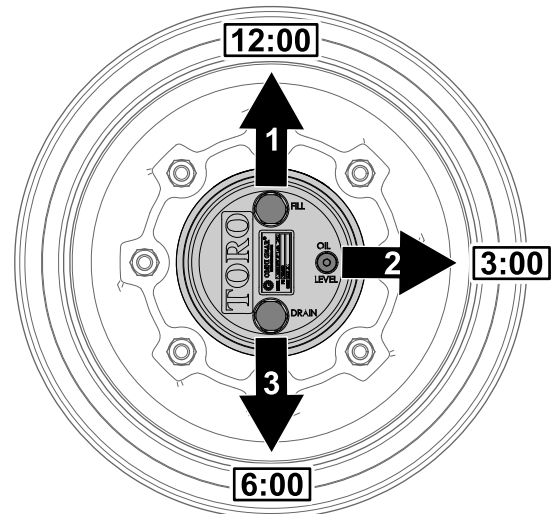

Figura 90
1. Estacione a máquina numa superfície plana, posicione a roda de forma a que o tampão de enchimento fique na posição das 12 horas, o tampão de verificação fique na posição das 3 horas e o tampão de drenagem fique na posição das 6 horas (**Figura 90**).
2. Retire o tampão de verificação da posição das 3 horas (**Figura 90**).
1. Estacione a máquina numa superfície plana, posicione a roda de forma a que o tampão de enchimento fique na posição das 12 horas, o tampão de verificação fique na posição das 3 horas e o tampão de drenagem fique na posição das 6 horas; consulte Figura 90 em Verificar o lubrificante da transmissão da engrenagem planetária (página 63).